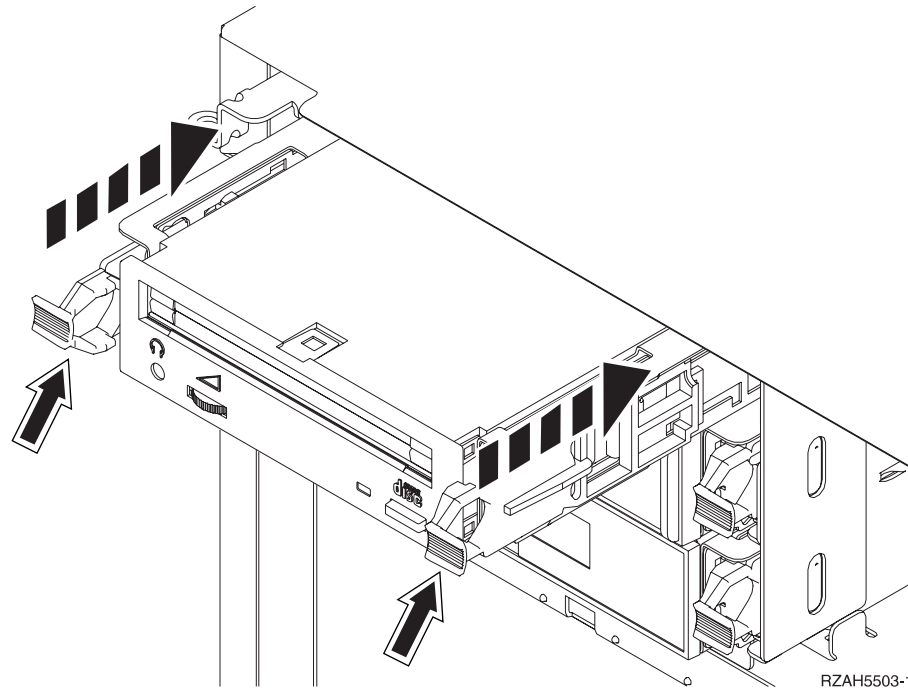

Figure 4. Installation de l'unité amovible
- ___ 14. Alignez l'unité sur l'emplacement où vous avez retiré le panneau obturateur, comme indiqué à la figure 4.